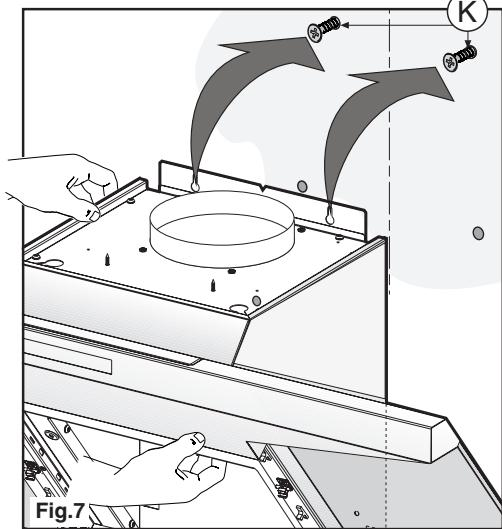

Fig.7
- Posizionare l'apparecchio al muro, allinearla in posizione orizzontale e avvitare le viti **K** (fig.7).